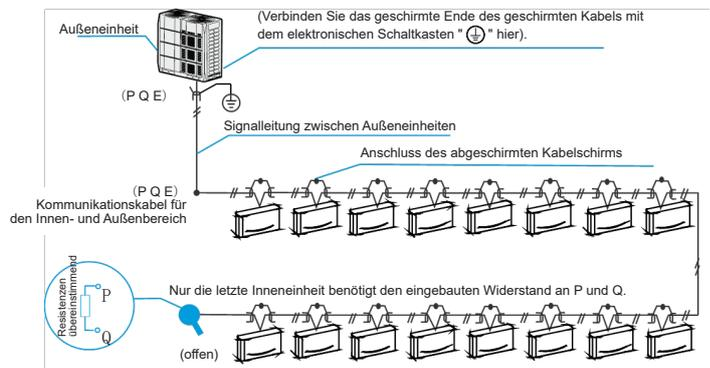

Abbildung 6.6
- Die Innen- und Außeneinheiten kommunizieren über die serielle Schnittstelle RS485. Die Kommunikationsverkabelung der Innen- und Außeneinheit muss eine Einheit nach der anderen in einer Kette von der Außeneinheit zur Inneneinheit verbinden, und die geschirmte Schicht muss ordnungsgemäß geerdet sein, und dem letzten Innengerät muss ein Widerstand hinzugefügt werden, um die Stabilität des Kommunikationssystems zu verbessern (siehe Abbildung 6.6).